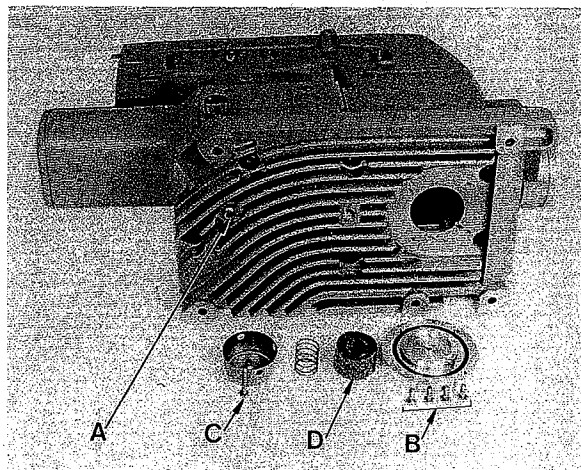
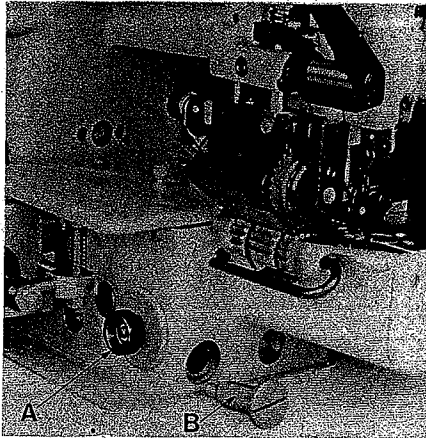

Fig. 8
Fig. 9
The main oil filter (D, Fig. 8) and the oil filter (B, Fig. 9) have to be cleaned in petroleum at every oil change.
The main oil filter (D, Fig. 8) is accessible by loosening screw (B) and (C). The oil filter (B, Fig. 9) can be removed by turning it counter clockwise.
For the daily cleaning of machine, remove the cover (A, Fig. 9).
Der Hauptölfilter (D, Fig. 8) und der Ölfilter (B, Fig. 9) müssen bei jedem Ölwechsel in Petroleum gereinigt werden.
Der Hauptölfilter (D, Fig. 8) ist nach Lösen der Schrauben (B) und (C) zugänglich. Der Ölfilter (B, Fig. 9) wird durch Drehen im Gegenuhrzeigersinn entfernt.
Für die tägliche Reinigung der Maschine entfernen Sie den Verschluß-Stopfen (A, Fig. 9).